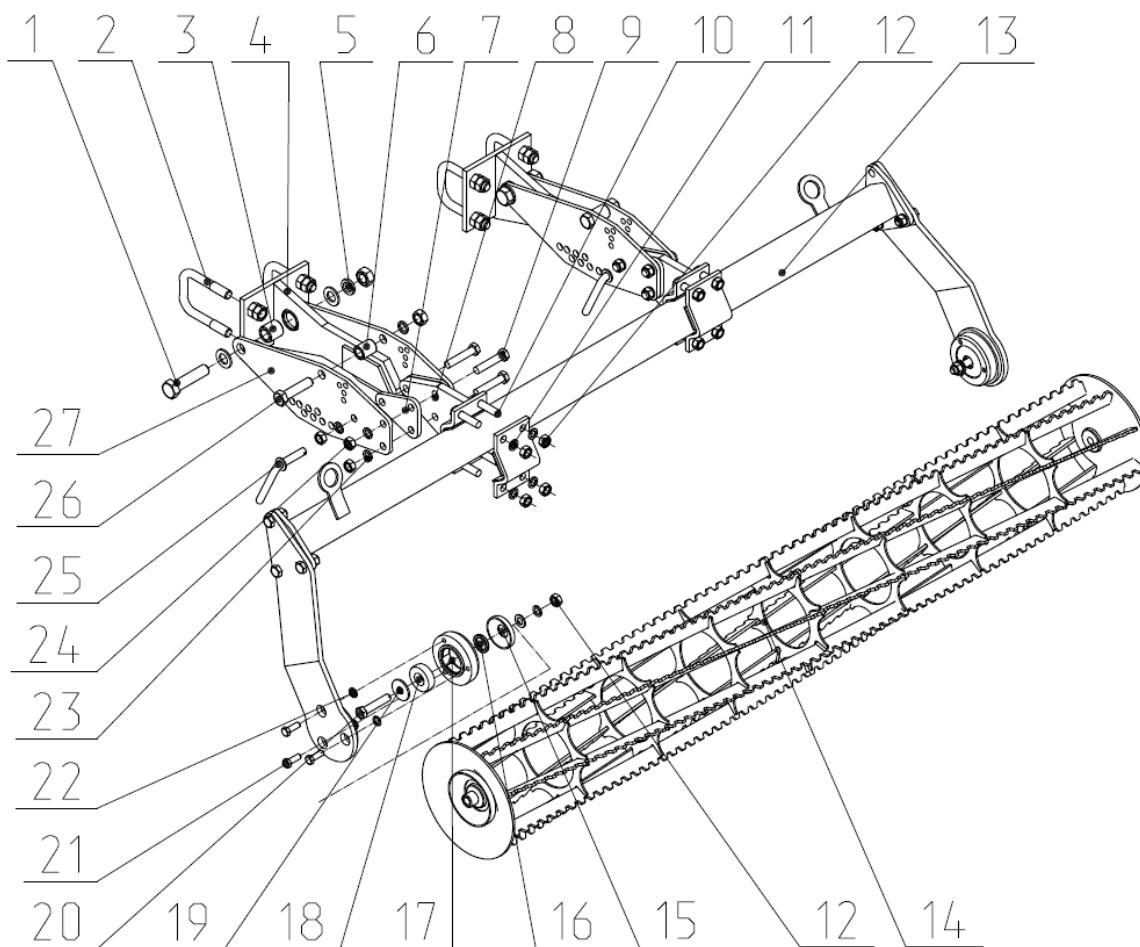

Рис.12 КСП 04.160 Секция катка однорядного.
2.13.1 Секция катка однорядного (Рис.12) состоит из спирально-планчатого катка 14 закрепленного на подшипниках 18 в корпусах 17. Корпуса закреплены болтами 21 на опоре 13. Опора через кронштейны 8 и 22 прикреплена к штангам 4. Штанги при установке на культиваторе закрепляются на задних балках центральной и боковых секциях скобами 2.